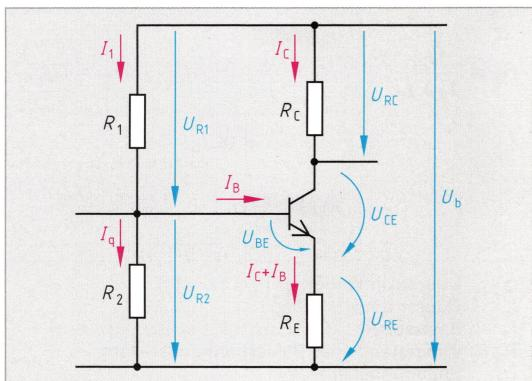

Bild 1: Emitterorschaltung
Ein Transistor in Schaltung Bild 1, folgende Seite, braucht für einen Basisstrom von $0,5 \text{ mA}$ eine Basis-Emitter-Spannung von $0,6 \text{ V}$. Der Spannungsfall an R_E soll 2 V betragen. Berechnen Sie für $q = 2$ den Spannungsteilerwiderstand R_2 .
- Ein Verstärker **Bild 1** hat $U_b = 9 \text{ V}$, $R_C = 1,8 \text{ k}\Omega$, $m = 6$, $I_C = 2,8 \text{ mA}$. Berechnen Sie a) R_E , b) U_{RC} , c) U_{RE} , d) U_{RC}/U_{RE} .
- Ein Transistor in Schaltung **Bild 1** hat den Arbeitspunkt $U_{CE} = 12 \text{ V}$, $I_C = 58 \text{ mA}$, $I_B = 0,3 \text{ mA}$, $U_{BE} = 0,75 \text{ V}$. Die Betriebsspannung beträgt 24 V, $q = 2$ und $R_C/R_E = 7$. Berechnen Sie a) U_{RC} , b) U_{RE} , c) R_C , d) R_E , e) R_2 , f) R_1 .
- Von Schaltung **Bild 1** sind bekannt: $U_b = 12 \text{ V}$, $q = 3$, $m = 5$, $U_{CE} = 3,7 \text{ V}$, $U_{BE} = 700 \text{ mV}$, $I_B = 5 \text{ mA}$, $B = 78$. Ermitteln Sie a) I_C , b) U_{RC} , c) U_{RE} , d) R_C , e) R_E , f) R_2 , g) R_1 , h) die aus dem Netzgerät aufgenommene Gleichstromleistung.